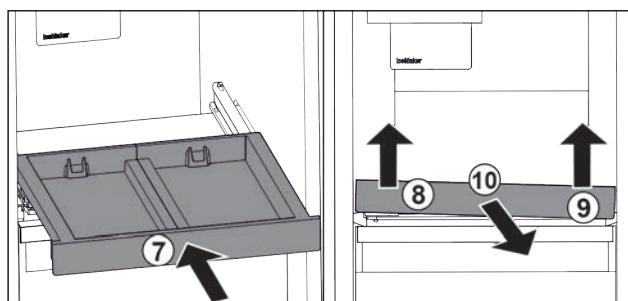

Fig. 25
- Вставьте выдвижную панель. Fig. 25 (7)
- Приподнимите выдвижную панель спереди слева. Fig. 25 (8)
- Приподнимите выдвижную панель спереди справа. Fig. 25 (9)
- Извлеките выдвижную панель движением вперед. Fig. 25 (10)